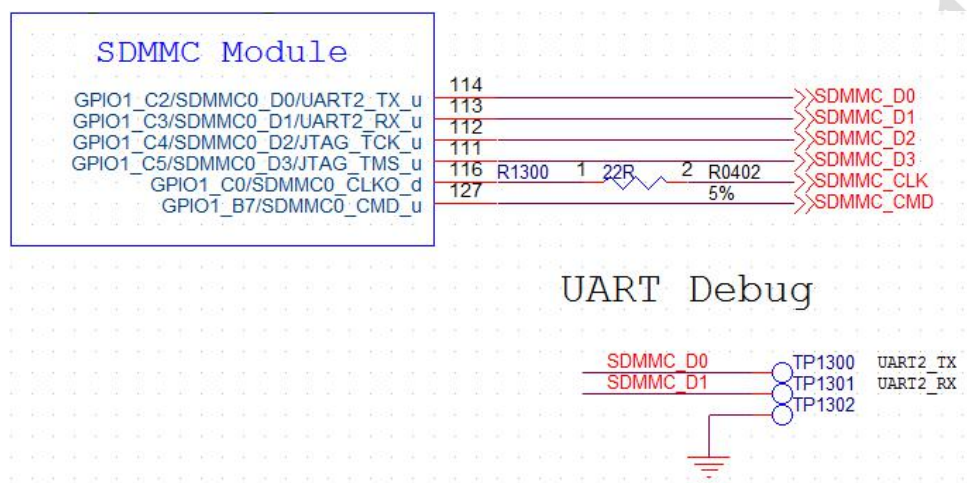

图12-1
- 为了方便软件在线调试，特别是装机起来的机器。RK3126C预留一个用来作Debug的Uart接口（UART2），这个跟TF SDIO复用，可以通过TF转debug的转接板查看log信号（另外一种方式是USB ADB也是可行的），在实际产品应用中，可以预留出测试点，如图12-1